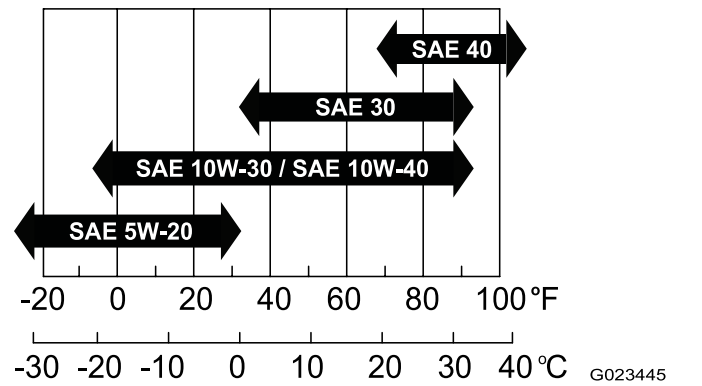

图37
- **粘度**SAE 30 请参阅下表了解其他粘度 (图37)